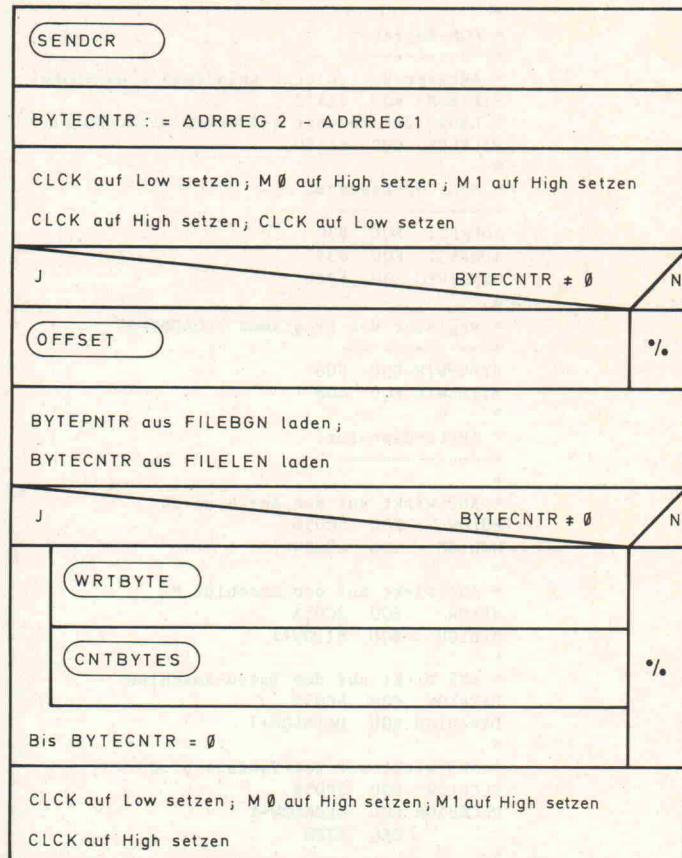

Bild 3. Struktogramm des Hauptprogramms LOADPEPS
Nach dem Start sendet das Hauptprogramm (Bild 3) durch Aufruf der Monitorroutine SENDCR das Zeichen Carriage Return (CR) zur aktuellen Aus-